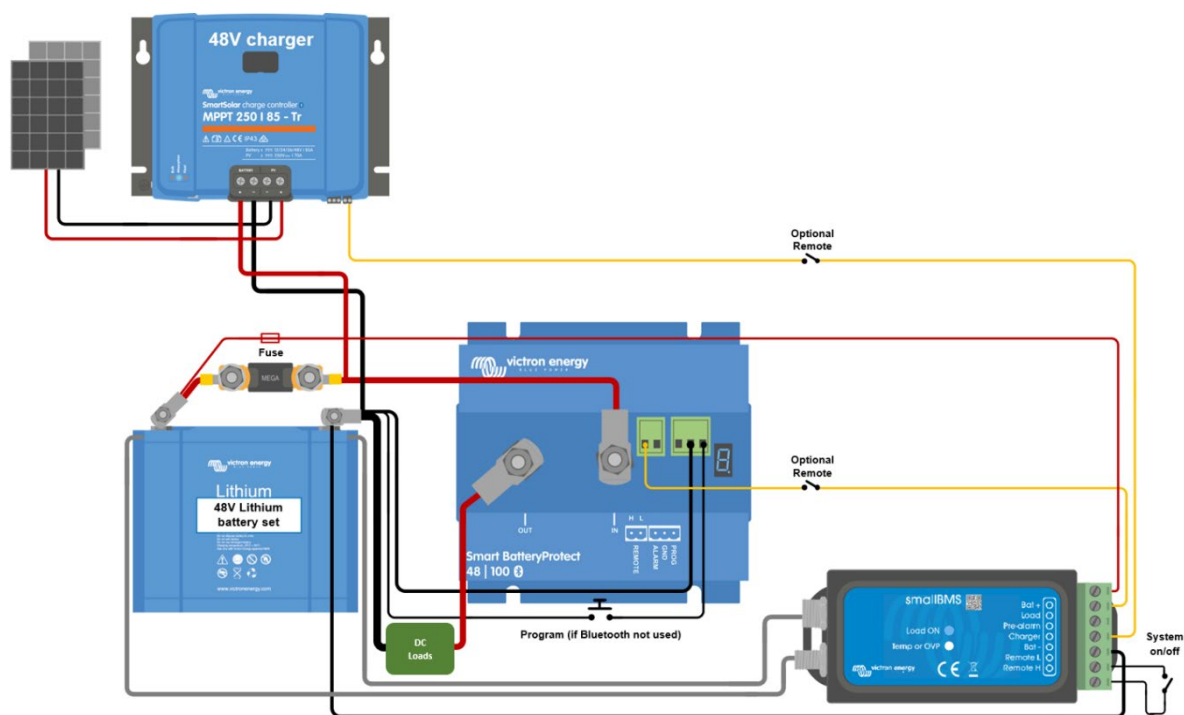

Figura 4: Sistema solar CC com bateria de lítio (aplicável com VE.Bus BMS ou smallBMS)
- No modo Li-ion o SBP vai cumprir um período inativo de 30 s depois de a entrada remota do SBP ter ficado em flutuação livre. Consulte a nota sob a Figura 4 uma descrição detalhada.